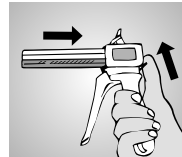
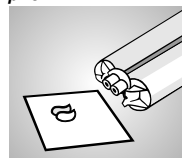
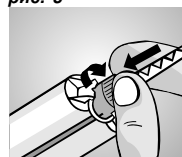

рис. 2
рис. 3
рис. 4
Инъекция материала из картриджа производится при помощи диспенсера системы Automix2 (рис. 2). После установки картриджа в диспенсер следует отвинтить заглушку картриджа. Выдавливать из картриджа небольшое количество материала до тех пор, пока он не будет выпускаться из обоих выводных отверстий картриджа равномерно (рис. 3). При установке насадки для смешивания на картридж следует обратить внимание на правильное положение направляющих насадки в пазах картриджа. Закрепить насадку на картридже вращением в обратном направлении (рис. 4). Теперь можно производить индивидуальное дозирование материала в зависимости от необходимости. После применения следует оставить насадку на картридже до следующего использования. Для смешивания материала **tempofit® premium** применяйте только насадки для смешивания голубого цвета для диспенсера 10:1!
- Каждый раз перед установкой насадки для смешивания выдавливать небольшое количество материала до тех пор, пока из обоих отверстий картриджа не будет равномерно выдавливаться базисная и катализаторная пасты (рис. 3).